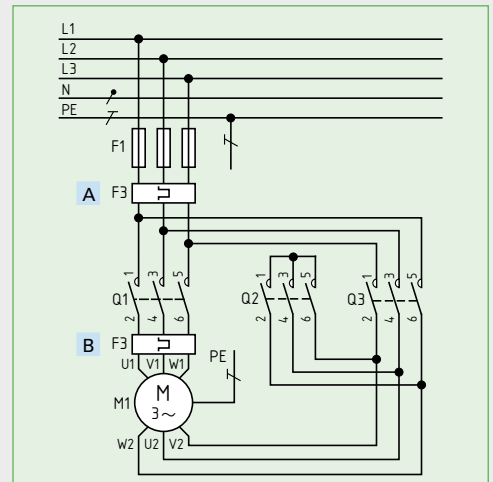

Bild 5: Stern-Dreieck-Schaltung
10. Ein Drehstrommotor  $P = 7,5 \text{ kW}$ ,  $\eta = 0,86$ ,  $\cos \varphi = 0,83$  wird am Netz  $3 \sim 50 \text{ Hz } 230/400 \text{ V}$  in Stern-Dreieck-Anlauf betrieben (**Bild 5**). **a)** Welche Spannung muss auf dem Leistungsschild des Motors angegeben sein? **b)** Welche Funktionen haben die Schütze Q1, Q2 und Q3 in **Bild 5**? **c)** Nennen Sie die Schaltfolge der Schütze bei automatischem Stern-Dreieck-Anlauf. **d)** Auf welche Stromstärke ist das Überlastrelais F3 am Einbauort **A** bzw. **B** einzustellen?